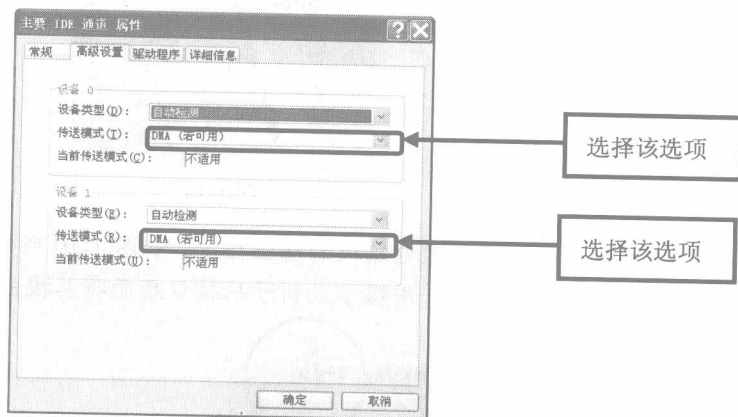

图 1-15
⑩ 按照同样的方法打开如图 1-15 所示的【主要 IDE 通道属性】对话框, 并分别从【设备 0】和【设备 1】组合框中的【传送模式】下拉列表中选择【DMA (若可用)】选项。